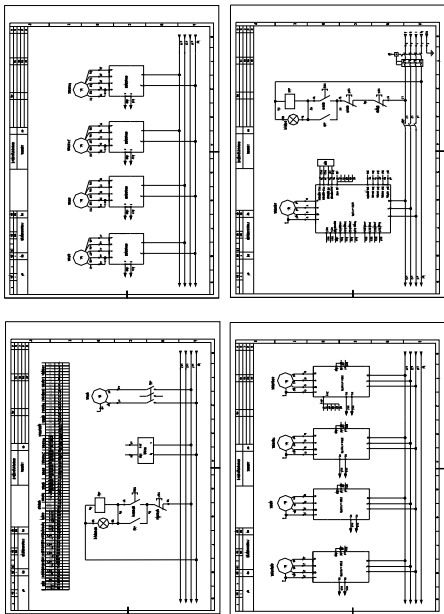

图 5 多功能两道面酥饼机电气接线图
- ① 拆下扩展卡两侧的 2 个螺钉；
- ② 将扩展卡从控制卡的插座中向上拔出（如图 5）。